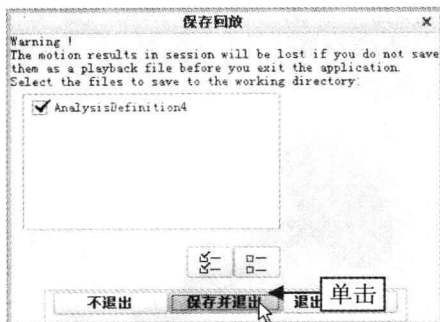

图 11-123 “保存回放”对话框
Step 07 单击“关闭”面板中的“关闭”按钮，弹出“保存回放”对话框，单击“保存并退出”按钮，如图 11-123 所示，即可完成力平衡的分析。